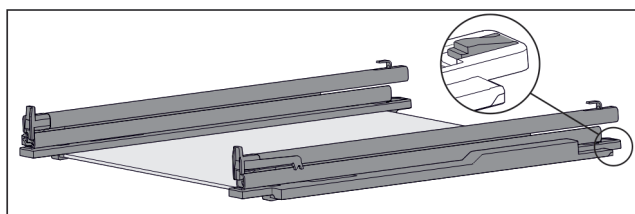

Fig. 105 Ripiano in vetro con guide e fermi
- Premere il fermo sul lato posteriore (vedere Fig. 105) e allo stesso tempo spingere la guida all'indietro.